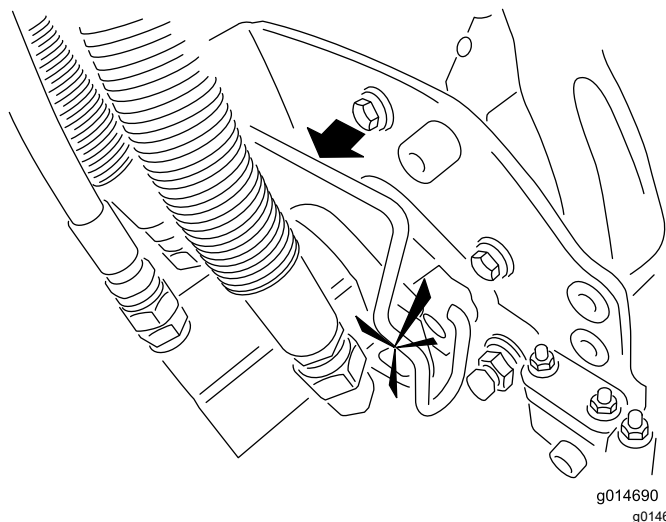

Figura 56
5. Acoperii arborele canelat al motorului unității de tăiere cu lubrifianț curat (Figura 56).
6. Introduceți motorul în partea stângă a unității de tăiere (aa cum se vede din poziia operatorului) i trageți bara de fixare a motorului de pe unitatea de tăiere spre motor până când auzii un clic din ambele părți ale motorului (Figura 56).